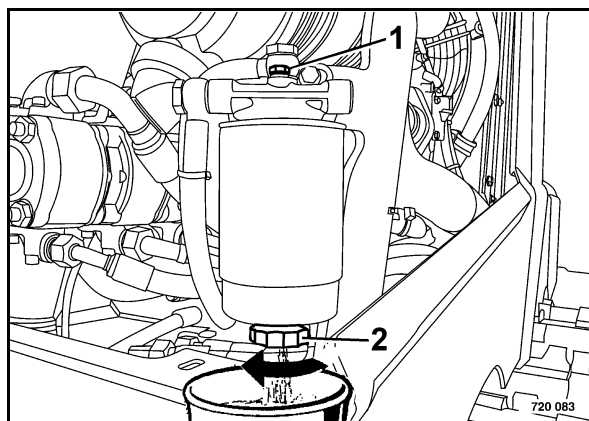

Рис. 90
- Открутить вентиляционную пробку (1) (Рис. 90) на несколько оборотов.
- Ослабить на несколько оборотов резьбовую пробку сливного отверстия (2) и уловить вытекающее топливо / воду.